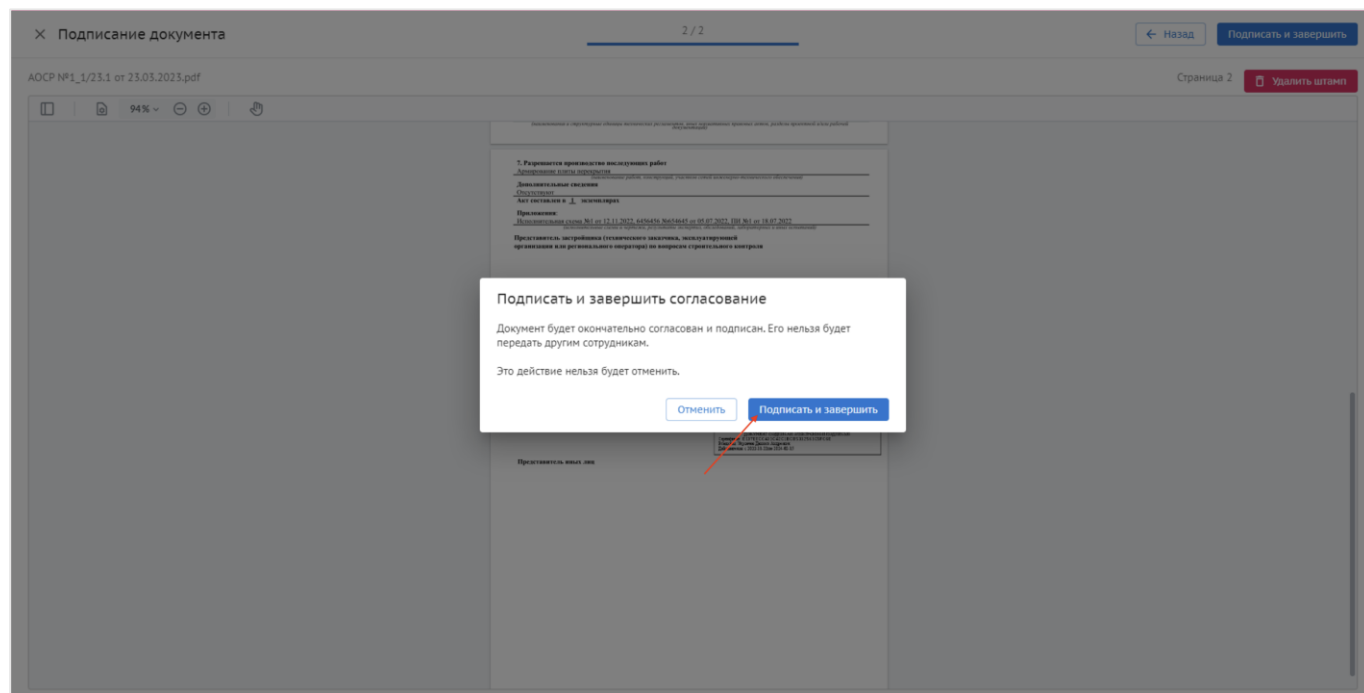

Рис. 79 – Завершение подписания
12. В случае, если было выбрано действие «Подписать и завершить», то вместо шага выбора следующего согласующего будет действие завершения подписания (рис. 79).